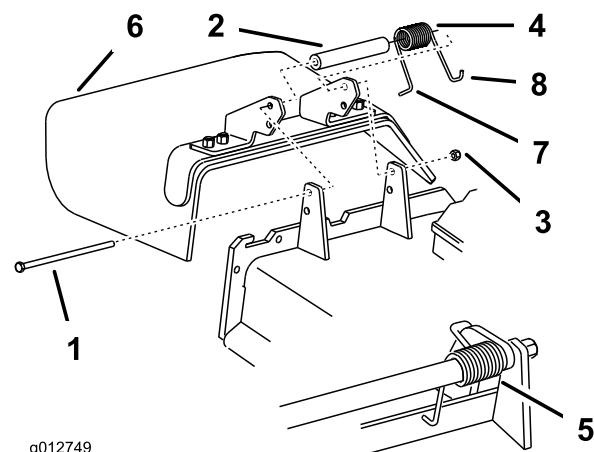

Figure 60
Remarque: Prenez soin de placer l'extrémité en L du ressort derrière le bord du tablier avant de mettre le boulon en place, comme indiqué à la Figure 60.
3. Remettez le boulon et l'écrou. Accrochez l'extrémité en J du ressort au déflecteur d'herbe (Figure 60).
1. Retirez le contre-écrou, le boulon, le ressort et l'entretoise qui fixent le déflecteur aux supports de pivot (Figure 60). Enlevez le déflecteur s'il est endommagé ou usé.